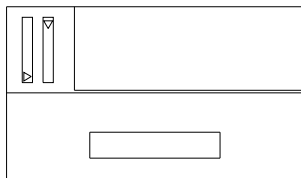

Bild 1
- Zum Öffnen den linken Knopf nach rechts bewegen (siehe Bild 1) und gleichzeitig das Druckertürchen öffnen.